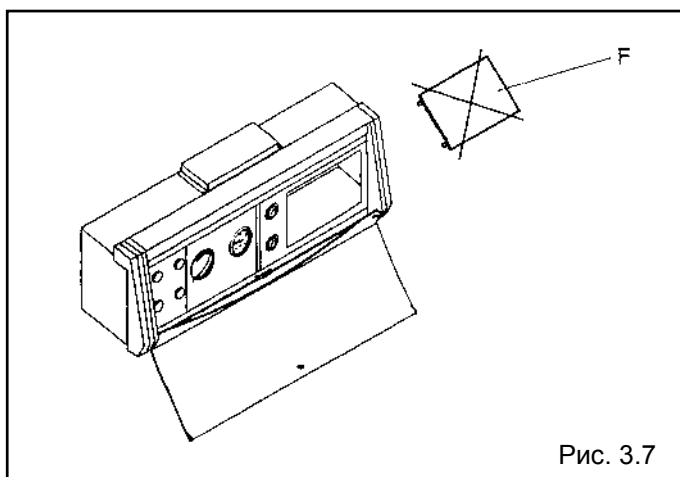

Рис. 3.7
- снимите крышку F с помощью отвертки (рис. 3.7).